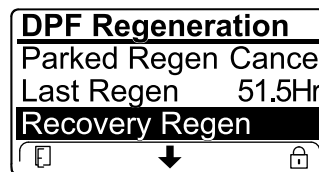

Figure 63
- Si le calculateur moteur n'a pas demandé de régénération d'urgence et que vous naviguez jusqu'à l'option RECOVERY REGEN, la régénération d'urgence se bloque et l'icône de blocage (Figure 63) apparaît en bas à droite de l'InfoCenter.